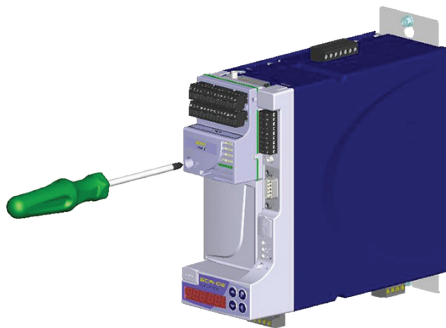

Figura 4.3: Fixação do parafuso de aterramento do acessório
4. Fixar o parafuso de aterramento do acessório ao servoconversor, conforme indicado pela figura 4.3.